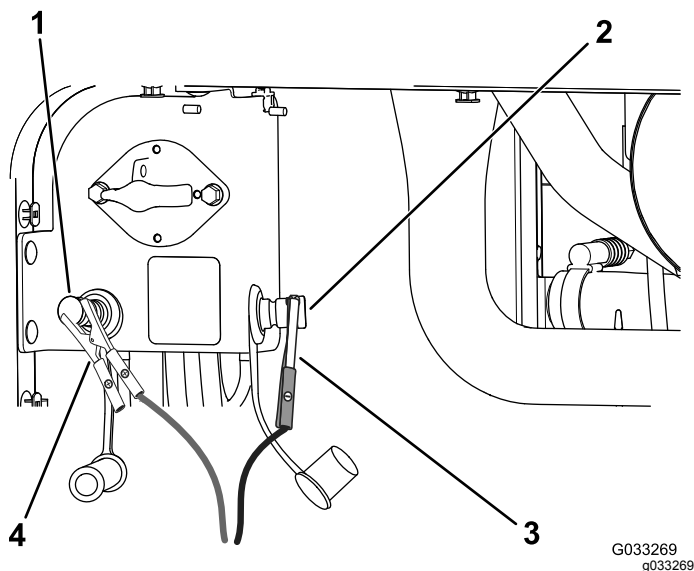

Рисунок 106
- Подсоедините положительный (+) пусковой соединительный кабель к положительному штырю запуска от внешнего источника (Рисунок 106).
- Подсоедините отрицательный (-) пусковой соединительный кабель к отрицательному штырю запуска от внешнего источника (Рисунок 106).
- Когда двигатель запустится, другой человек должен отсоединить отрицательный (-) пусковой соединительный кабель от отрицательного штыря запуска от внешнего источника, а затем отсоединить положительный (+) пусковой соединительный кабель (Рисунок 106).